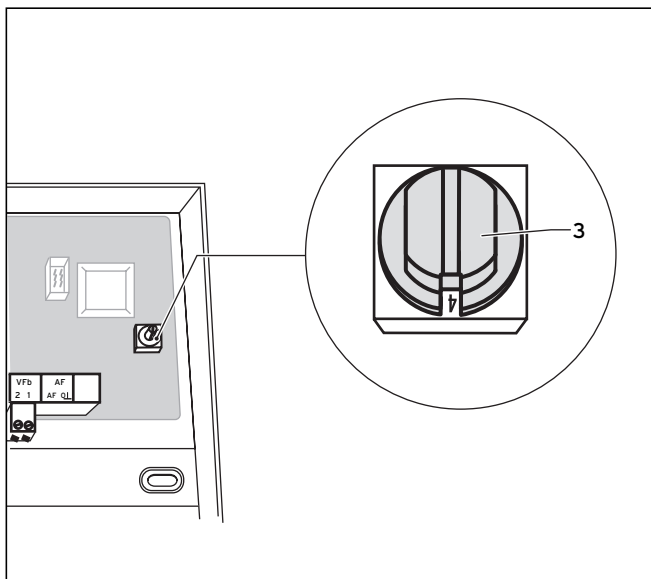

Рис. 5.3 Настройка адреса шины
Передача данных в рамках системы осуществляется посредством электронной шины. Для обеспечения безупречной передачи данных между всеми компонентами необходимо, чтобы соответствующий смесительный контур содержал однозначный адрес. Для этого на переключателе адресов (рис. 5.3 (3)) следует настроить значение 4, 6, 8, 10, 12 или 14, в зависимости от того, были ли уже интегрированы в систему смесительные модули VR 60.